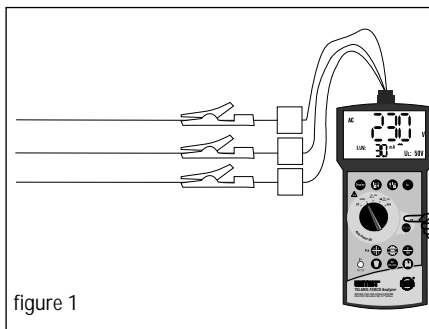

figure 1
▶ Sélectionner la fonction de mesure par l'intermédiaire du sélecteur (31).
▶ Relier le cordon de mesure / cordon de connexion au réseau à l'objet à tester selon la description de la figure 1/2.
- ▶ Relier le cordon de mesure / cordon de connexion au réseau à l'objet à tester selon la description de la figure 1/2.
- ▶ Sélectionner la fonction de mesure UB/RE par l'intermédiaire du sélecteur (31).
- ▶ Positionner le sélecteur de courant différentiel résiduel nominal (20) sur le courant nominal désiré (selon disjoncteur).
- ▶ Sélectionner la tension de contact à l'aide de la touche "UL" (19).
- ▶ Toucher l'électrode de contact PE (21), noter l'affichage.
- ▶ Sélectionner la fonction de mesure désirée tA/UB par l'intermédiaire du sélecteur (31).
- ▶ Positionner le sélecteur de courant différentiel résiduel nominal (19) sur le courant nominal désiré (selon disjoncteur).
- ▶ Régler la position de la phase à l'aide de la touche 0°/180° (24).
- ▶ Sélectionner le type de courant à l'aide de la touche (20) et le facteur de multiplication à l'aide de la touche (30).